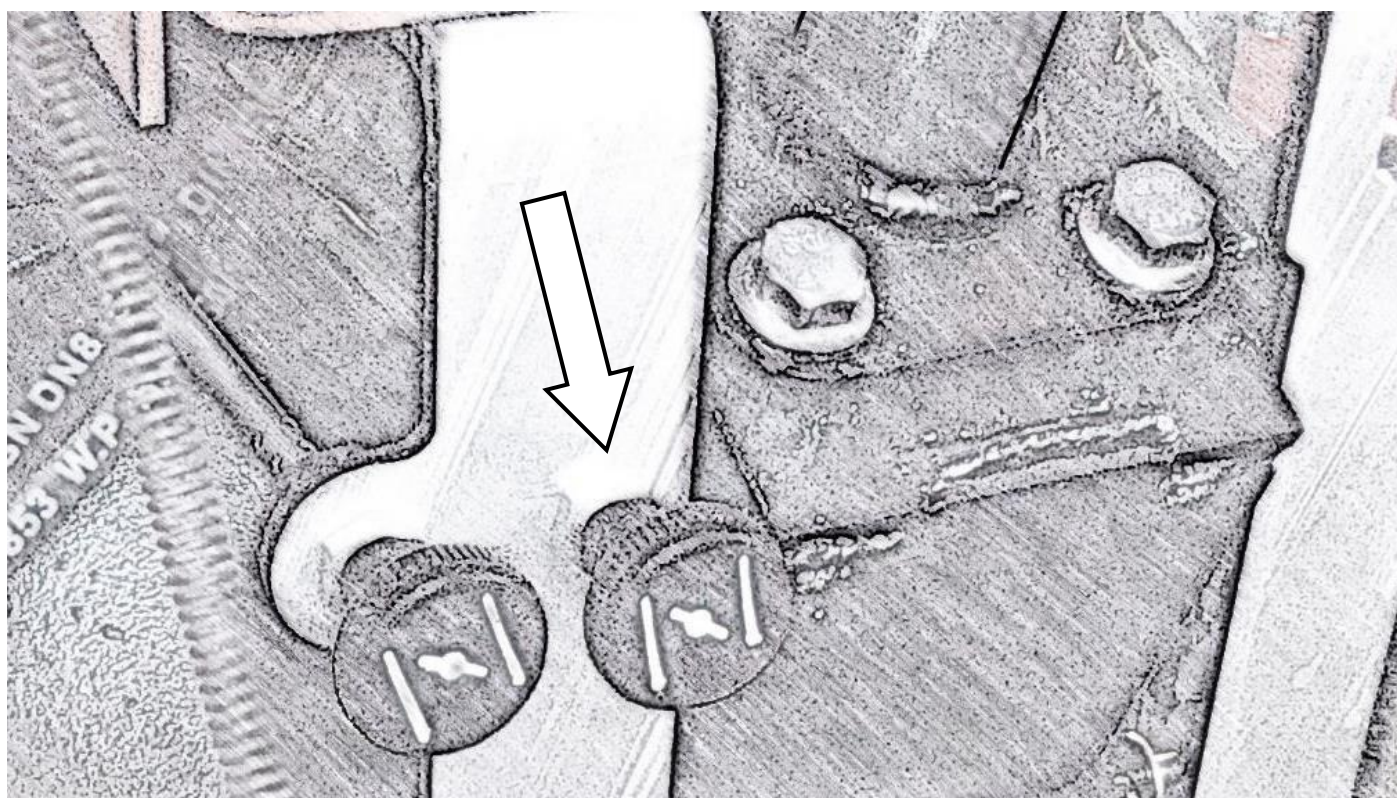

Рис. 3-3. Тяга декомпрессора
- 3.) Откройте клапана двигателя, потянув тягу декомпрессора (рис. 3-3). Удерживайте её левой рукой.
- 4.) Для экстренной остановки двигателя в любой момент крайней опасности необходимо потянуть тягу декомпрессора (рис.3-3).
- 2) Тягу декомпрессора установить в положение «Декомпрессия» (см. рис. 3-3), рычаг управления подачей топлива - в положение «Закрыто», коленчатый вал повернуть на несколько оборотов рукояткой.